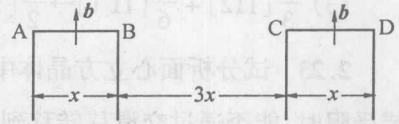

图 2-8
2.36 图 2-8 表示两个被钉扎的刃位错 A-B、C-D,它们的长度均为 x ,且具有相同的方向和相同的柏氏矢量,每个位错都可作为弗兰克-瑞德源。